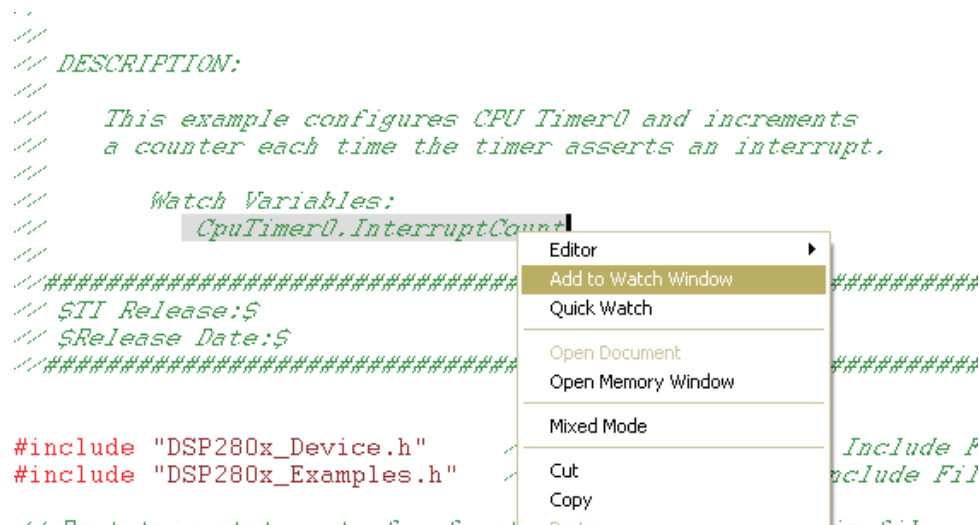

图 5. 添加变量到 Watch Window
7. 现在通过标记变量或者寄存器 (CpuTimer0.InterruptCount)，点击右键，并选择如图 5 中显示的 "Add to Watch Window"。另外一个选择是将寄存器名称或者变量直接键入监视窗口 (Watch Window)。